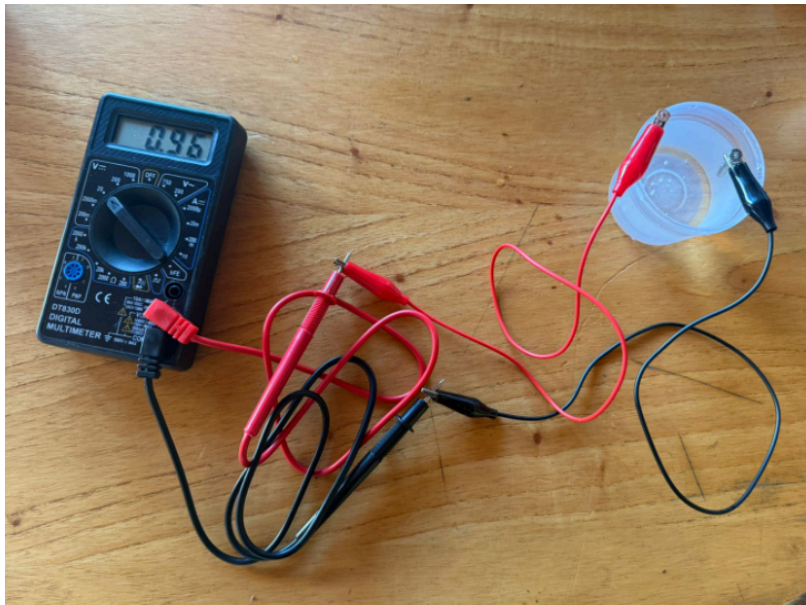

Fig. 1.6: la medición de los valores obtenidos.
3. Con ayuda del multímetro (Fig. 1.6), anotar los valores de la tensión para los diferentes electrolitos (el agua limpia, el ácido, la salmuera) en una pequeña tabla.